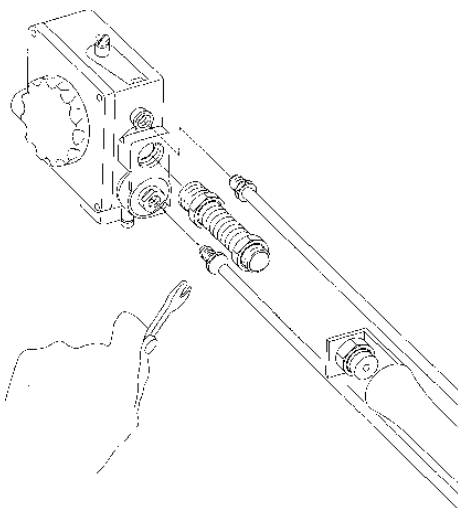

Figure 11- Montage du brûleur
4. Dévissez le brûleur, le conduit de la veilleuse et le thermocouple du bloc gaz et enlevez le câble piézométrique de l'allumeur (cf. figure 11).